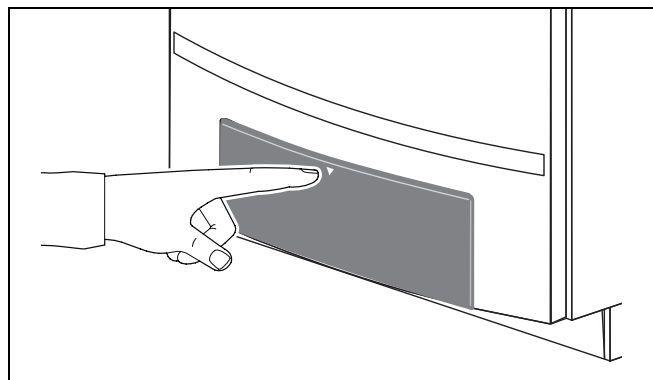

Рис. 21 Открытие панели управления
- Панель управления открывается путем нажатия на крышку (рис. 21).
- Открыть панель управления путем нажатия (рис. 21).